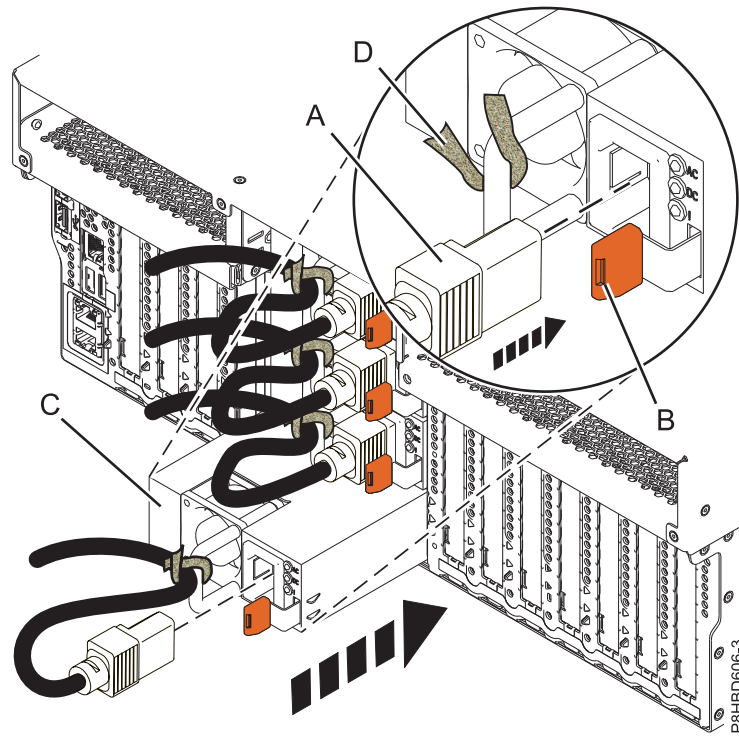
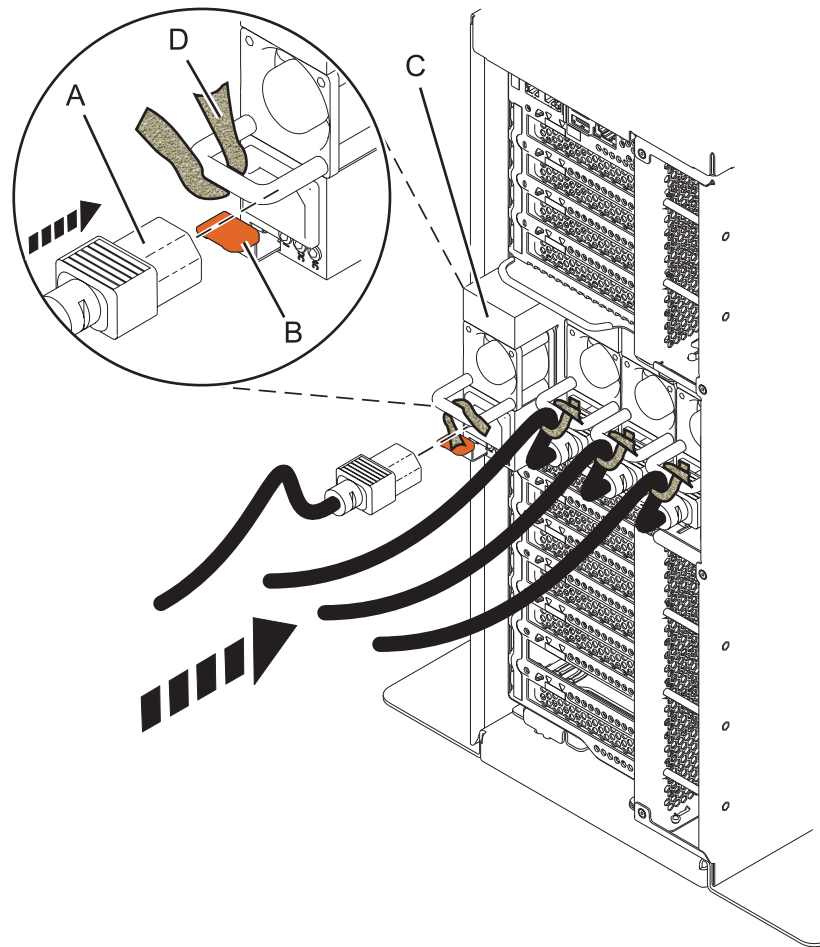

Figura 9. Sustitución de una fuente de alimentación en un sistema montado en bastidor
Figura 10. Sustitución de una fuente de alimentación en un sistema autónomo
3. Alinee la fuente de alimentación (C) con la bahía e inserte la fuente de alimentación en el sistema hasta que el pestillo de color terracota (B) quede encajado en su posición, tal como se muestra en Figura 9 en la página 11 de un sistema montado en bastidor y Figura 10 en la página 12 de un sistema autónomo.
4. Enchufe el cable de alimentación (A) a la fuente de alimentación (C), tal como se muestra en Figura 9 en la página 11 de un sistema montado en bastidor y Figura 10 de un sistema autónomo.
5. Mediante el cierre de velcro (D) enrolle el cable de alimentación en el asa de la fuente de alimentación, tal como se muestra en Figura 9 en la página 11 de un sistema montado en bastidor y Figura 10 de un sistema autónomo.